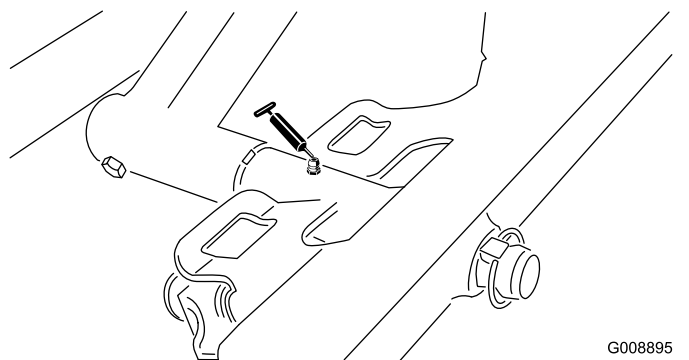

Figura 50
- Perno dell'apparato di taglio anteriore (Figura 50)